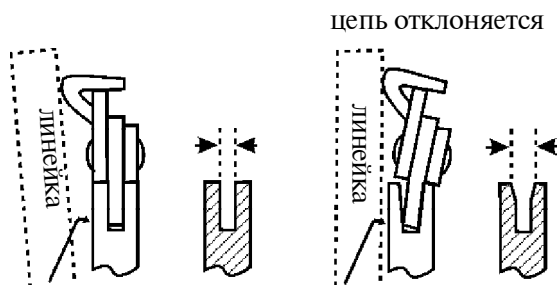

Рисунок 4.12
4.3.7.1 Износ направляющего паза шины проверять, приложив линейку к телу шины с натянутой на нее цепью со стороны задней части режущего звена, см. рисунок 4.12.